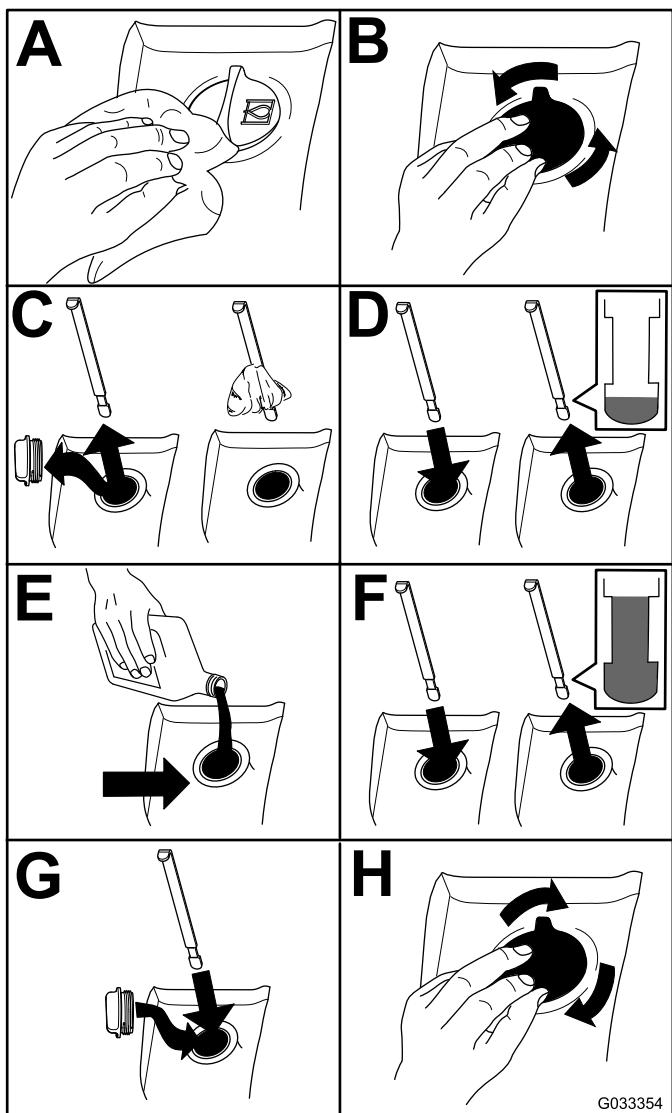

Bild 96
2. Prüfen Sie den Stand des Hydrauliköls (Bild 96).